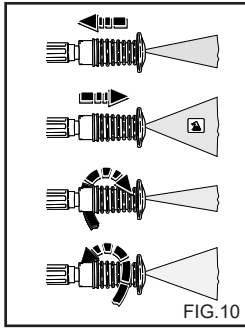

FIG.10
**UTILIZAÇÃO DO BICO REGULÁVEL MULTIREG (fig. 10)**